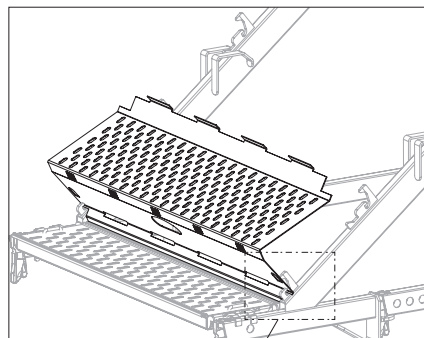

Fig. A2.08b
3. Inclinare il gradino verso il cosciale e portarlo sui sostegni superiori. Verificare che i ganci (**11.2**) si innestino nelle fessure (**12.1**) su entrambi i lati. (Fig. A2.08b + Fig. A2.08c)
I ganci di posizionamento (**11.2**) si innestano nelle fessure (**12.1**) dell'alzata? (Fig. A2.08b)